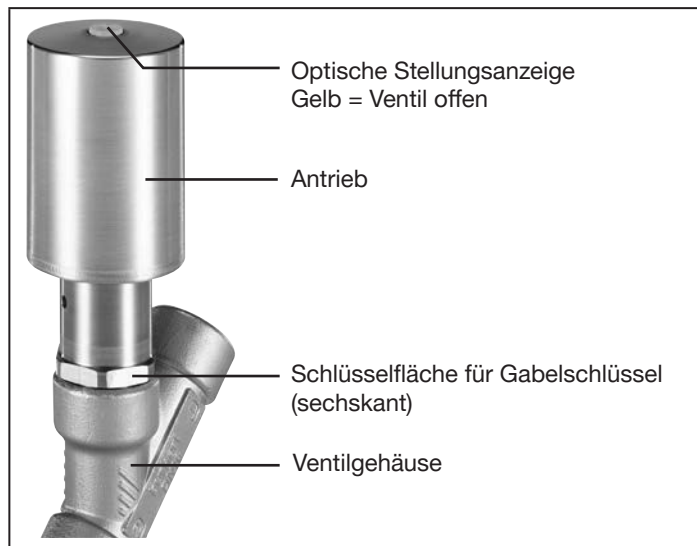

Bild 6: Antrieb demontieren
- Antrieb bei offener Ventilstellung mit Gabelschlüssel (SW 22) vom Ventilgehäuse lösen (siehe „Bild 6“).